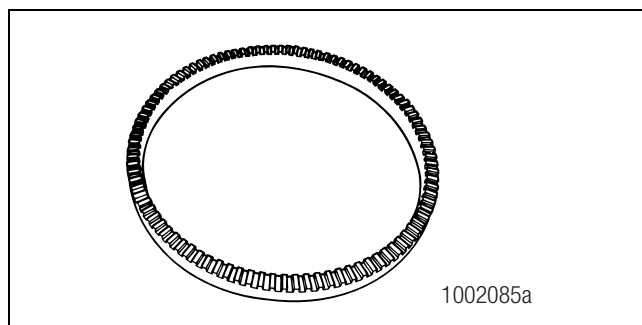

Figura 2.4
- Aro maquinado montado a una superficie maquinada de la maza de cada rueda monitoreada por el ABS. Figura 2.4.